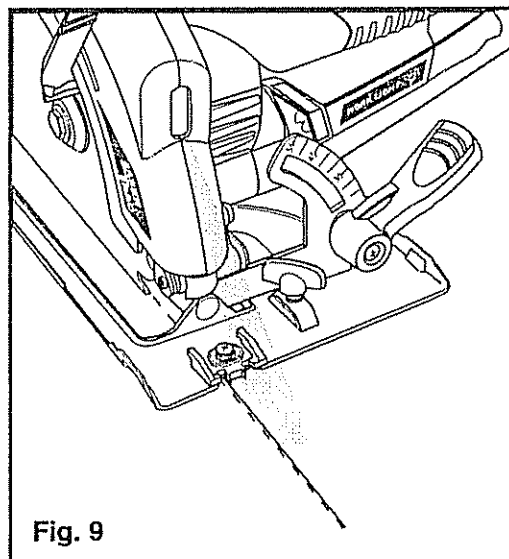

Fig. 9
USO DEL RAYO LÁSER LASER TRAC™ (Fig. 9)
5. Alinee el rayo láser con la línea de corte (ver la Fig. 9)